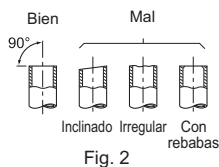

Fig. 2
- Si la manguera de drenaje suministrada con la unidad interior es demasiado corta, conéctela con la manguera de drenaje (I) que debe suministrar el distribuidor. (Fig. 2)
- Extraiga la manguera de drenaje por la parte posterior izquierda de la unidad interior. (Fig. 2)
- Sostenga la pestaña marcado con flechas y extraiga la manguera de drenaje tirando hacia delante. (Fig. 2)